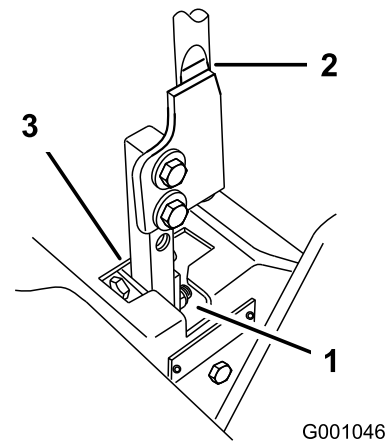

Figura 95
5. Desloque a alavanca para a posição de ponto-morto, mas não bloqueada (Figura 95).
6. Puxe a alavanca para trás até que o passador de forquilha (no braço por baixo do eixo da articulação) entre em contacto com a extremidade da ranhura (até começar a fazer pressão na mola) como se mostra na Figura 95.
7. Verifique onde é que a alavanca de controlo está relativamente ao entalhe na consola (Figura 95).